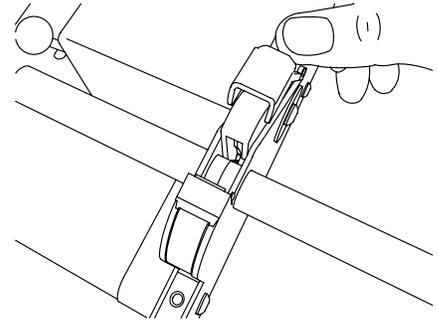

図 28：アーク・シールド（開位置）
1. つまみタブを押し下げて、アーク・シールドを開きます。図 28 をご参照ください。